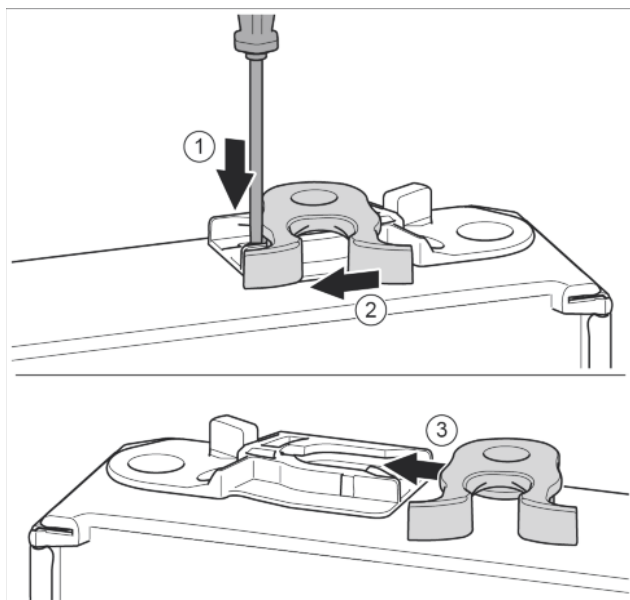

Fig. 15
- ▶ Нижняя сторона двери смотрит вверх: повернуть дверь. Fig. 15 (1)
- ▶ Нажать накладку шлицевой отверткой вниз. Fig. 15 (2)
- ▶ Запорный крючок вывести из направляющей. Fig. 15 (3)
- ▶ Запорный крючок вставить в направляющую с другой стороны. Fig. 15 (3)